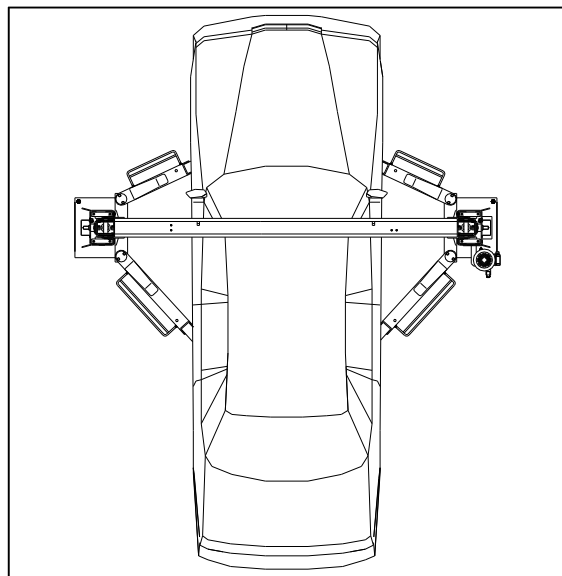

Abb. 10 Korrekt beladenes Fahrzeug
Es ist wichtig, das Fahrzeug so auf der Hebebühne zu positionieren, dass das Gewicht richtig auf die Arme verteilt wird. (Abb. 10) Für die Sicherheit von Personen und Geräten ist Folgendes wichtig:
- ◆ Das Fahrzeug ist richtig positioniert. (Abb. 10)